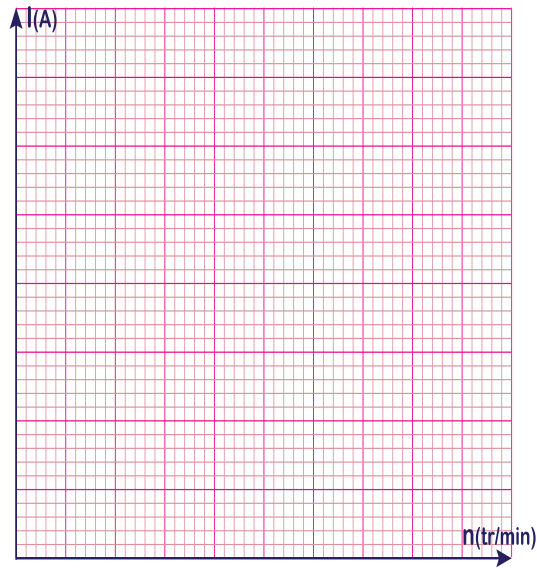

Figure 21
2.1. Tracer la caractéristique électromécanique $I = f(n)$ du moteur (voir figure 21).